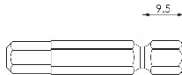

Fig. 5
**REMARQUE :** Le foret doit avoir une longueur de 9,5 mm comme indiqué sur la Fig.5. Sinon, il ne pourra pas s'adapter au manchon.